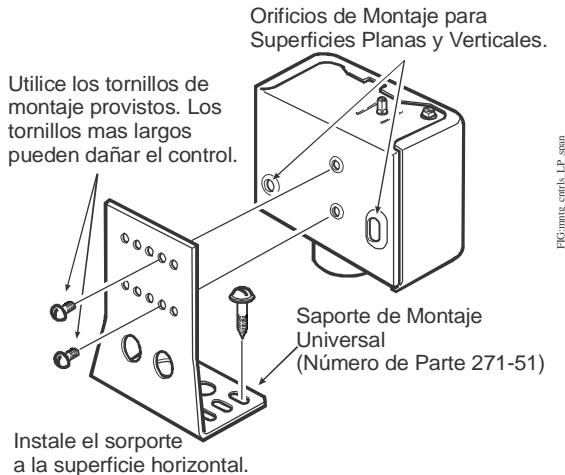

Figura 3: Instalación de los Controles de Presión Baja P70, P72 y P170 con Cajas NEMA 1
- Use dos tornillos o pernos a través de los dos orificios exteriores en el reverso de la caja de control cuando instale el control directamente en una superficie vertical plana. Ver Figura 3.
- Use los dos orificios interiores con el soporte de Instalación Universal (y los tornillos proveídos) cuando instale el control en una superficie horizontal plana. Ver Figura 3.